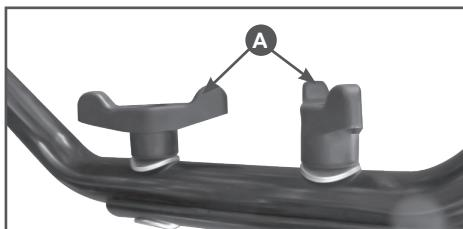

Рис.2 Установка рабочих рукояток
Установите рабочие рукоятки с рычагами и тросами на раму и затяните их гайками (A) (Рис.2).